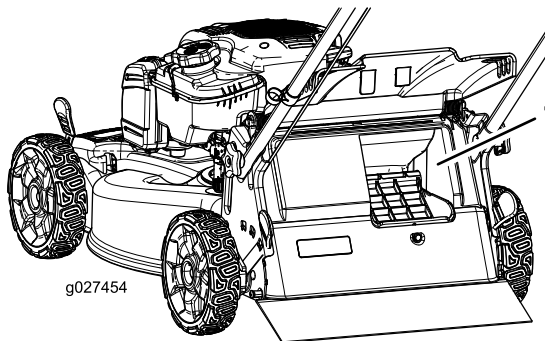

図 17
**重要**適切に集草が行われるためには、レバーを集草にセットした時に集草ドアやその他の開口部に刈りかすやごみが溜っていないことが大切です図 17。